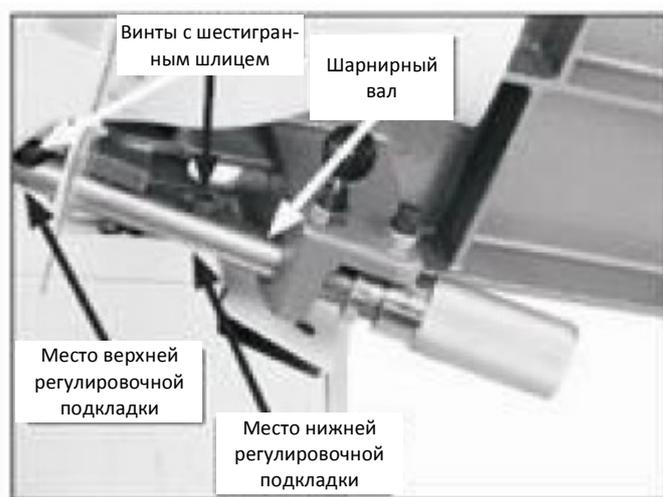

Рис. 36. Шарнирный вал подводного стола (для ясности стол фуговальный станка поднят)
4. Ослабить винты с шестигранным шлицем, показанные на рис. 36.